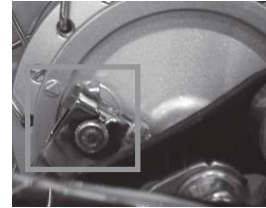

imagen 32. indicador de desgaste
5. Verificar que el indicador de desgaste no alcance la línea de desgaste. *Ver imagen 32.*